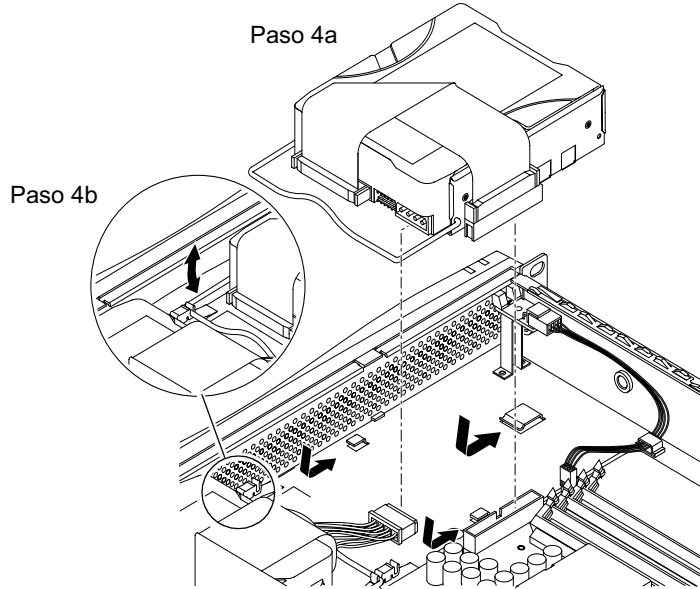

FIGURA 8-9 Instalación de una unidad de disco duro
4. **Inserte y alinee la nueva unidad de disco duro (consulte la FIGURA 8-9).**